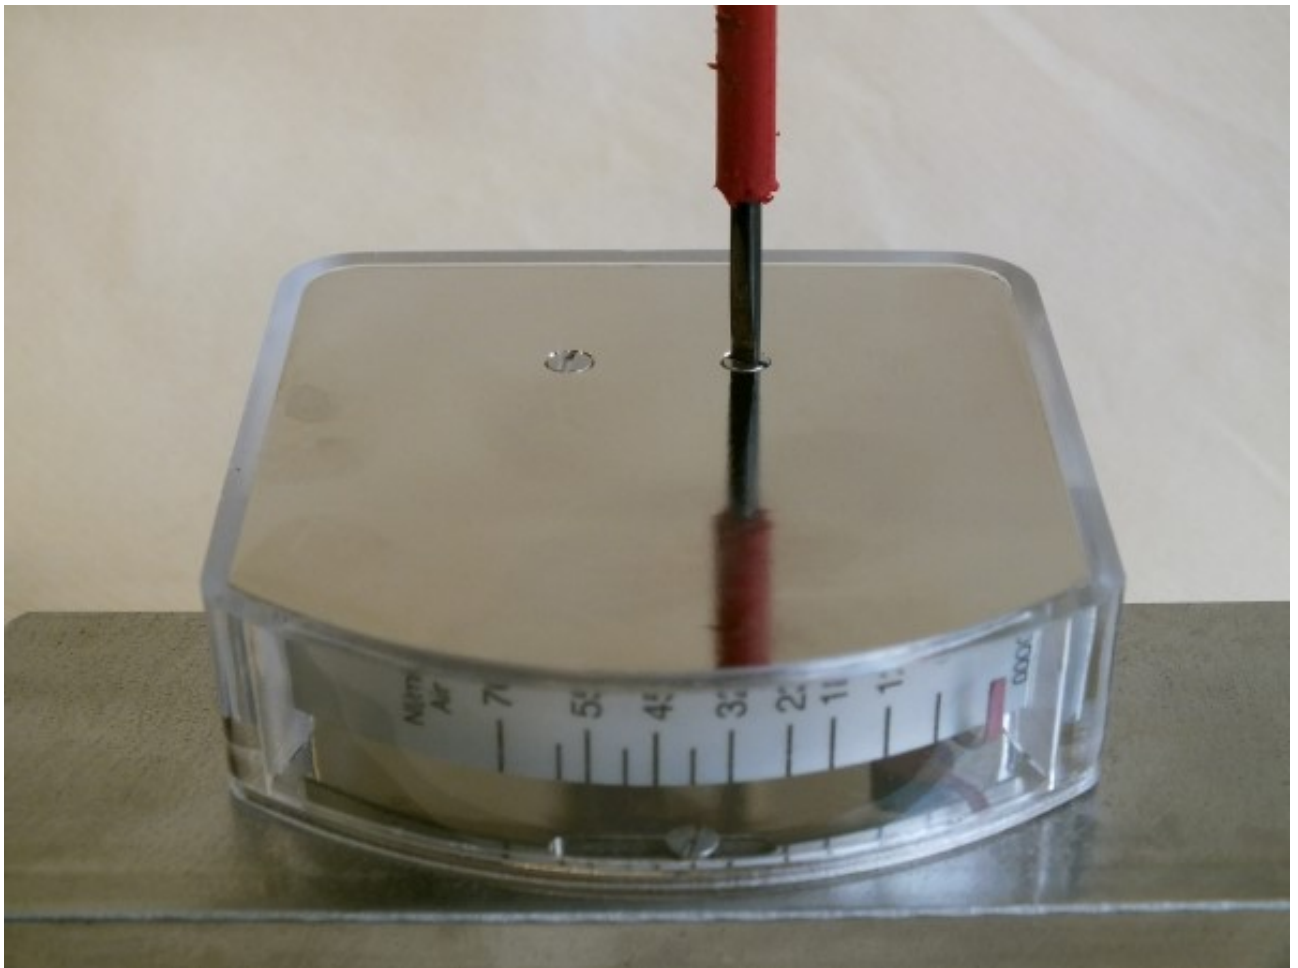

Abb. 68: Anzeigen-Deckplatte festziehen
- 24.** ► Befestigungsschrauben der Anzeige-Deckelplatte einschrauben und festziehen (Abb. 68), dabei Schrauben-Anziehdrehmoment (→ Kapitel 11.1 „Schrauben-Anziehdrehmomente“ auf Seite 101) beachten